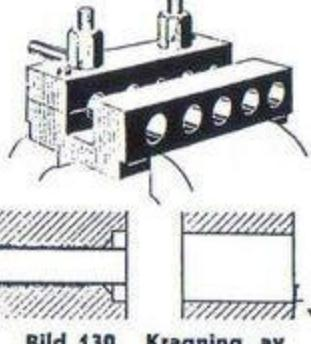

Bild 130. Kragning av bromsledning.
- slycke. Stick in röret så långt att dess ända kommer i plan med klämbacken enligt bild 130. Dra åt mulltrarna.